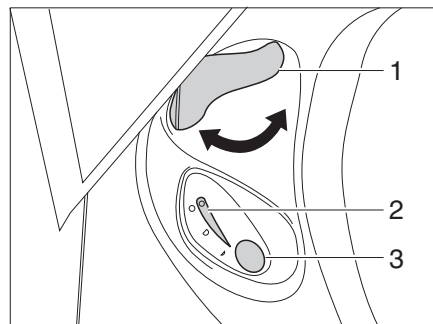

Bild 149 Bedieneinheit Thetford-Toilette
- Vor dem Spülen den Schieber der Thetford-Toilette öffnen. Dazu den Schieberhebel (Bild 149,1) entgegen dem Uhrzeigersinn drehen.
- Zum Spülen den blauen Spülknopf (Bild 149,3) drücken.
- Nach dem Spülen den Schieber schließen. Dazu den Schieberhebel (Bild 149,1) im Uhrzeigersinn drehen.
Die Kontroll-Leuchte (Bild 149,2) leuchtet, wenn die Thetford-Kassette entleert werden muss.
- Den Schieberhebel (Bild 149,1) im Uhrzeigersinn drehen. Der Schieber wird geschlossen. Zum Entleeren **muss** in der Thetford-Toilette der Schieber geschlossen sein.